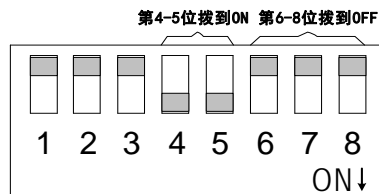

图 3.1 电机学习的拨码开关配置
- 2) 表 2.3 和 表 2.4)，如图 3.1 所示。